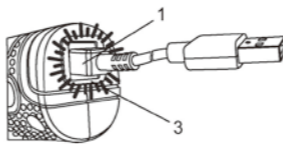

Fig. 1
1. Pour recharger le bloc-piles, branchez l'extrémité magnétique du câble de recharge (1) sur le connecteur femelle correspondant à la base du manche (Fig. 1). **NOTE** : Ne vous souciez pas de la polarité. Assurez-vous que la fiche est bien retenue magnétiquement en place.
2. Branchez le câble de recharge (2) sur n'importe quel port USB (ordinateur, cellulaire, cube ou automobile) (Fig. 2). Pendant la charge du bloc-piles, le voyant à DEL (3) à la base du manche du tournevis est ROUGE (Fig. 1). Une fois le bloc-piles chargé à fond, le voyant devient VERT. **NOTES** : a) Si le voyant à DEL ne s'allume pas lorsque la fiche USB est insérée dans le port USB, cela signifie que le port USB n'est pas sous tension. b) La durée d'une recharge d'un bloc-piles qui est déchargé varie selon la puissance fournie par le dispositif USB utilisé pour recharger le bloc-piles. Elle peut varier entre 45 minutes et 5 heures, ou plus.